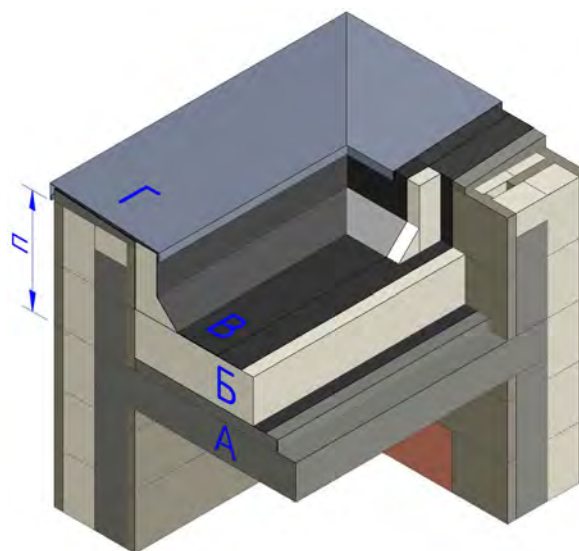

Рис. 12.2
12.7 Необходимо произвести утепление с внутренне стороны парапета. (рис.12.2)